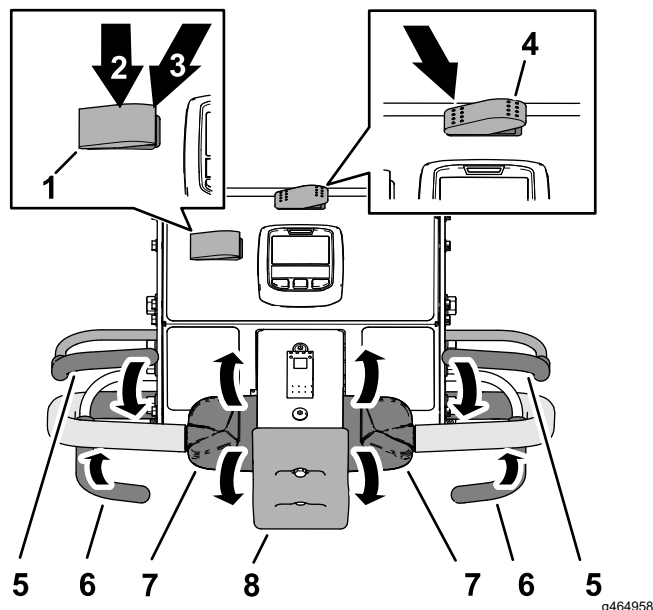

Figura 82
- Pulse el interruptor de transporte/aireación hasta la posición de AIREAR (Figura 82).